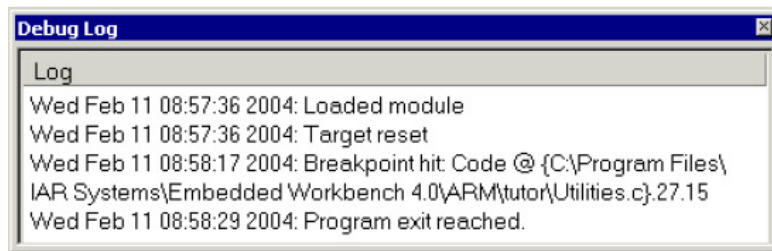

图 20. Debug Log 窗口
- ① 选择主菜单 **Debug > Go** 或工具条上的 **Go** 按钮。因为只有一个断点，所以程序一直执行到结束。同时在 **Debug Log** 窗口显示已经到达程序 **exit** 的消息，见图 20。